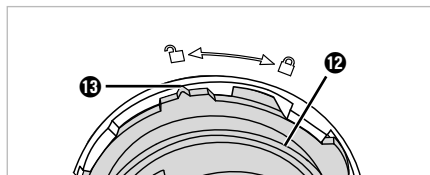

Fig. 6
- 6) Ruotare il supporto **12** in senso antiorario finché il segno **13** del supporto **12** non sia rivolto verso il simbolo  della vasca **15** (**fig. 6**). Rimuovere il supporto **12** insieme all'albero da impasto **10**.